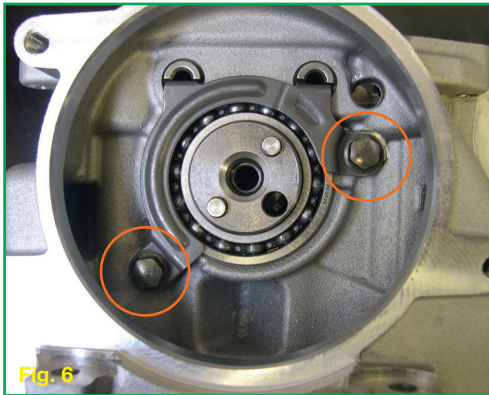

Fig. 6
- Retirer les deux vis M6 et la plaque de sécurité de l'arbre à cames (Fig. 6).